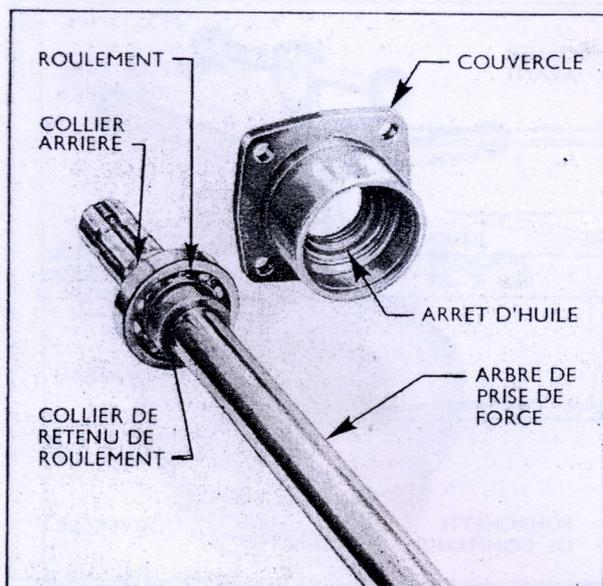

Fig. 29
2. Extraire le circlip immobilisant le roulement de prise de force dans le couvercle, et séparer le couvercle (fig. 29).